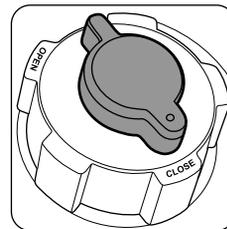

рис. 10
Крышка топливного бака (7) оснащена воздушным клапаном (рис. 10) для подачи воздуха и выравнивания давления в топливном баке и обеспечения подачи топлива.